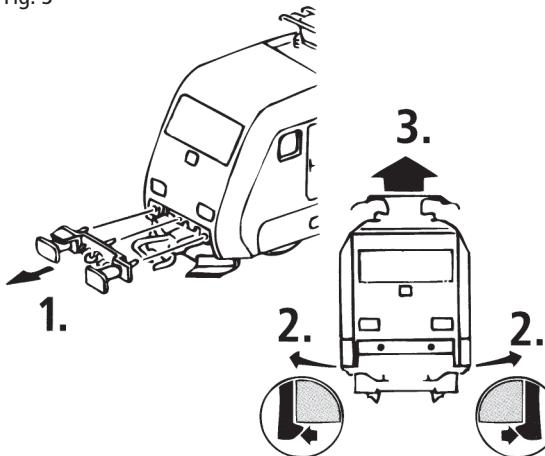

Fig. 4
3. Échange des bandages d'adhérence: Démontez d'abord **le couvercle du carter des engrenages** des engrenages (fig. 4). Délogez ensuite les essieux bandagés et enlevez, à l'aide d'une aiguille ou d'un tournevis fin, les bandages d'adhérence (fig. 6). Lors du montage des nouveaux bandages veuillez veiller à ce que les bandages **ne soient pas tordus**.
see voir Fig. 4
see voir Fig. 4 + 5